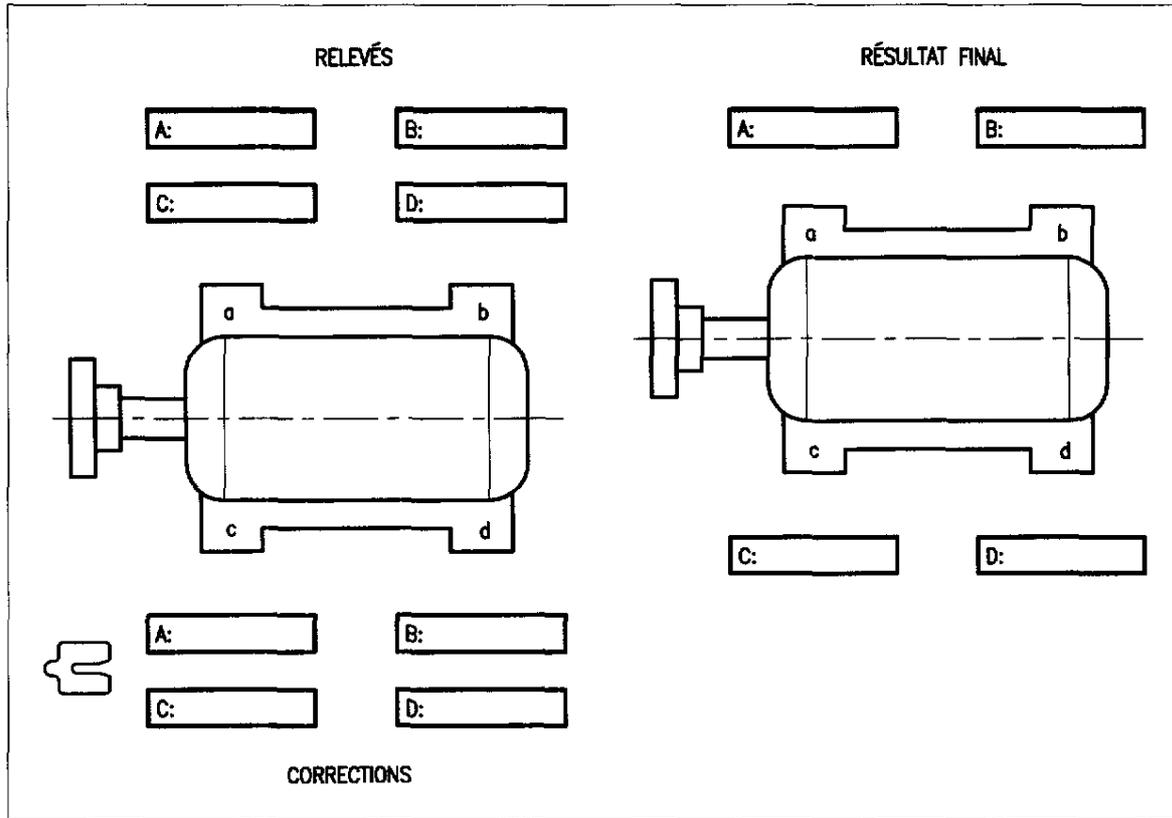

Figure 1.1
- 11) Relever le boitage de la machine fixe et corriger; compléter le relevé de la figure 1.1.